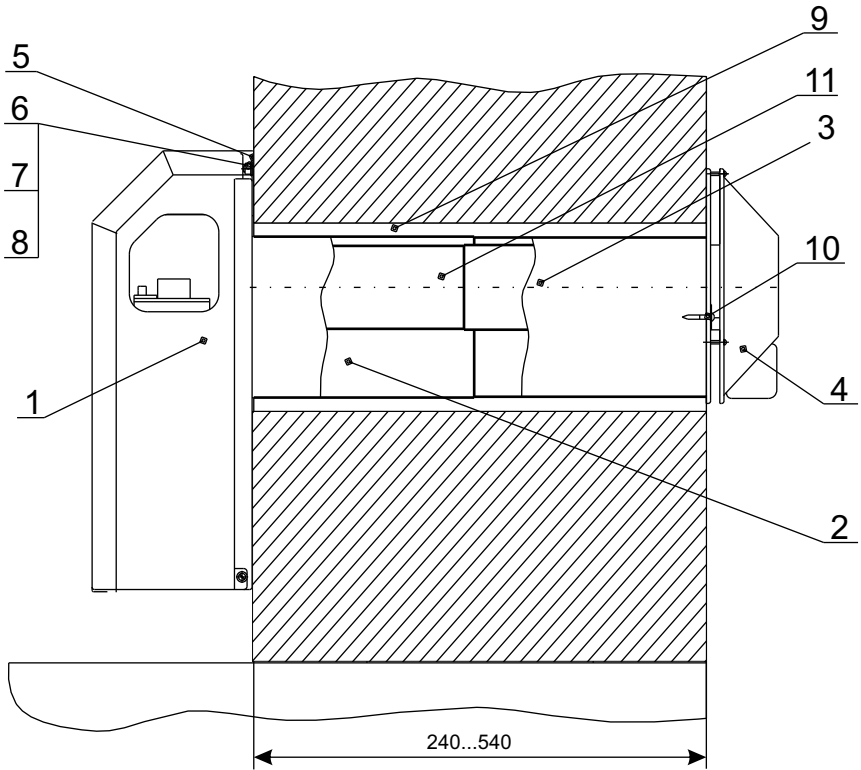

Рис. 2. Установка конвектора
6.4.2. Установить патрубок воздуховода 2 (рис. 2) на оси канала горизонтально так, чтобы торец выступал над внутренней плоскостью стены на 25 мм и зафиксировать патрубок деревянными клиньями, во избежание его деформации.
6.4.3. Установить газоход наружный 4 (рис.2) заподлицо с внешней плоскостью стены горизонтально по оси канала, совместив при этом вставку 3 и воздуховод 2. (разрывы в соединениях не допускаются), и зафиксировать деревянными клиньями.
6.4.6. Зафиксировать на стене шпильки крепления конвектора (см.рис.2)
6.4.8. Установить конвектор проушинами 5 (рис.2) на шпильки крепления 6 (рис.2) соединив при этом патрубок дымохода с фиксированным патрубком газохода наружного. Патрубок воздуховода 2 (рис.2) разместить в кольцевом пазе конвектора на прокладку (базальтовый шнур). **Выставить вертикально конвектор и закрепить его гайками п.6 обеспечивая при этом плотный и герметичный прижим конвектора к воздуховоду.** Установить прижимы и закрепить ими воздуховод в пазе конвектора.